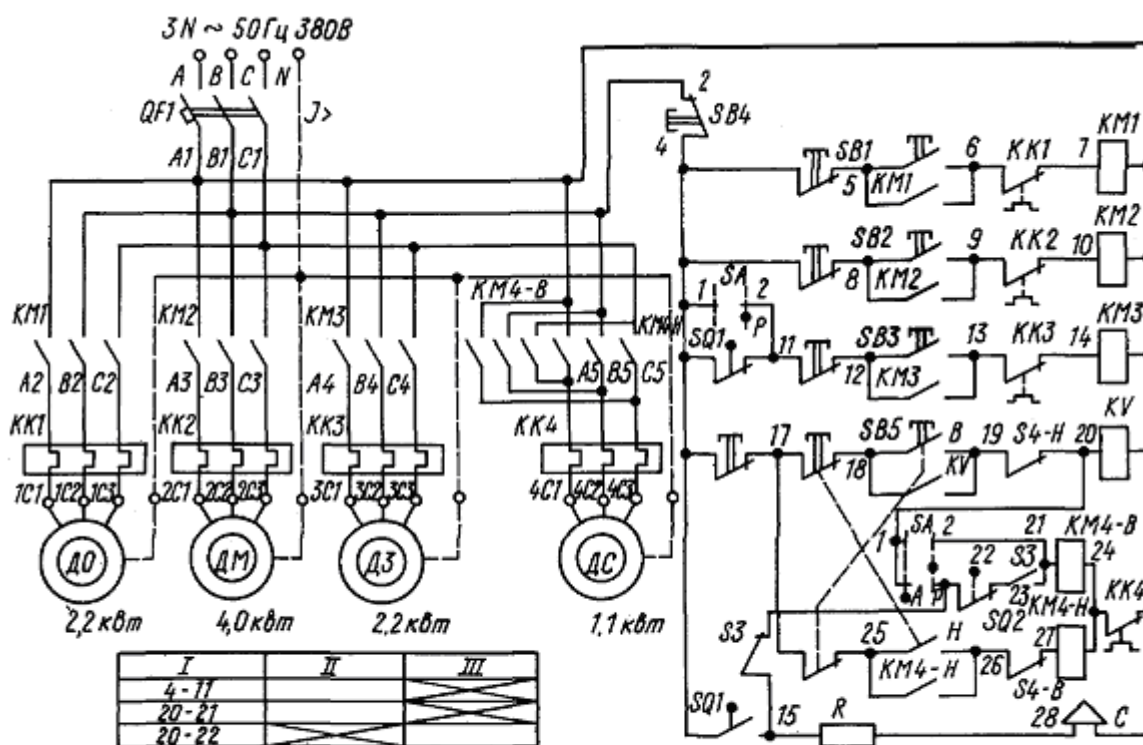
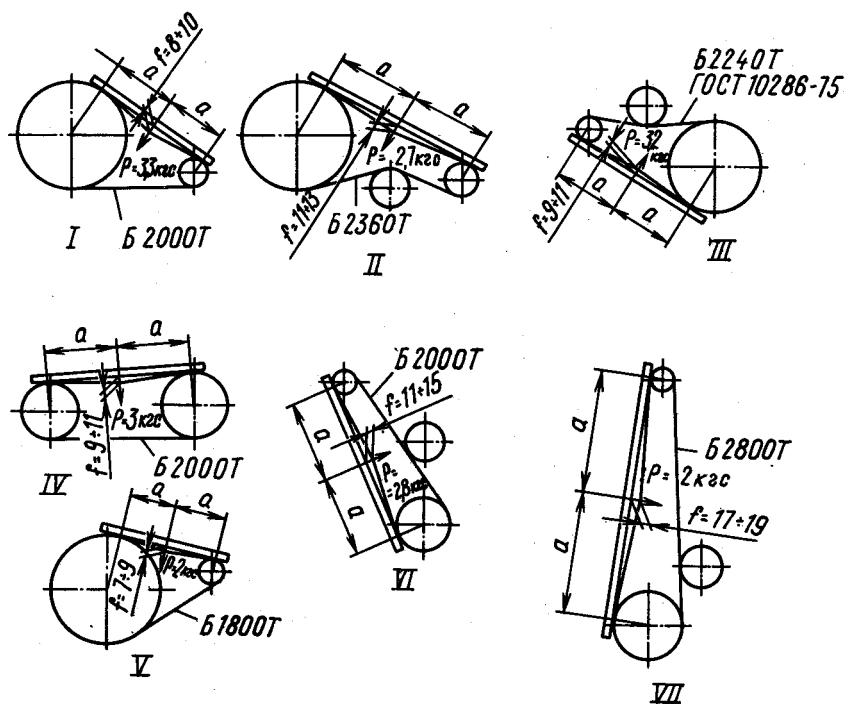

Рис.13. Принципиальная электрическая схема:
Рис. 14 Схема контроля и натяжения ремней и цепей
2. Наденьте приводные ремни на шкивы рабочих органов согласно схеме передач (рис. 13). При надевании ремня сначала освободите натяжное устройство. Надевать ремень на шкив при помощи ломика категорически запрещается, так как при этом возможно повреждение ремня. Если новый ремень трудно надеть, снимите один из шкивов, заведите в ручей ремень и поставьте шкивы на место. В этом случае натяжным шкивом следует временно не пользоваться. Для нормальной работы ременной передачи необходимо следить за плоскостностью контура и натяжением ремня (рис. 14), регулируя положение натяжных шкивов на валах;